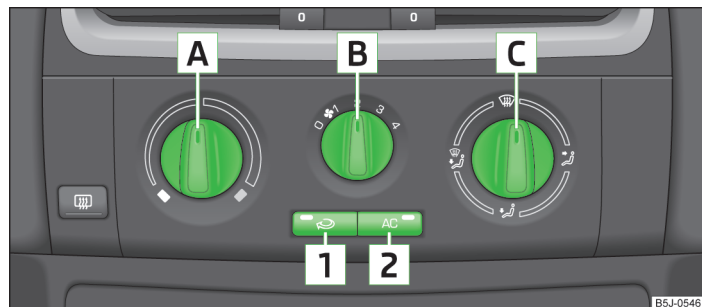

Fig. 80 Climatizzatore: Elementi di comando
L'impianto di refrigerazione funziona soltanto se il tasto **AC** **2** » fig. 80 a pagina 80 è premuto e se risultano soddisfatte le seguenti condizioni:
- Per aumentare la temperatura, ruotare la manopola **A** » fig. 80 verso destra.
- Per inserire il ventilatore, portare l'interruttore del ventilatore **B** » fig. 80 in una delle posizioni da 1 a 4.
- Premere il tasto **1**, per chiudere l'apporto di aria fredda » fig. 80.
- Con la manopola di regolazione dell'aria **C** » fig. 80 sarà possibile regolare la direzione del getto d'aria » pagina 77.
- Premere il tasto **AC** **2** » fig. 80, nel tasto si accenderà la spia di controllo.
► Premere il tasto  1 » fig. 80 a pagina 80.
➤ Premere nuovamente il tasto  **1** » fig. 80 a pagina 80.
Se la manopola di regolazione dell'aria  » fig. 80 a pagina 80 è girata in posizione  il ricircolo sarà automaticamente disattivato. Premendo ripetutamente il tasto  è possibile reinserire il ricircolo anche in questa posizione.